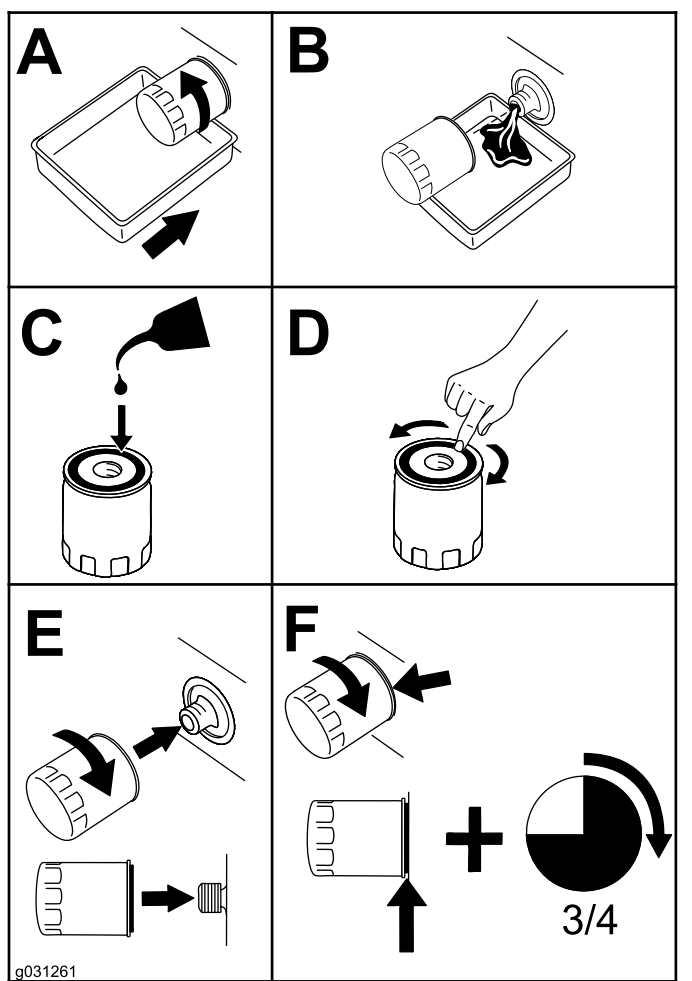

Рисунок 52
4. Замените масляный фильтр двигателя, как показано на Рисунок 52.